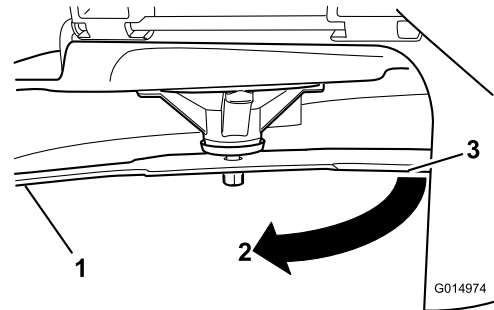

Figura 58
4. Gire la misma cuchilla 180 grados de manera que el otro extremo esté en la misma posición (Figura 58).